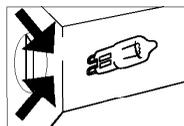

Figure 1
***Порядок размещения на полках духового шкафа представлен на странице 18, рисунок 1.**